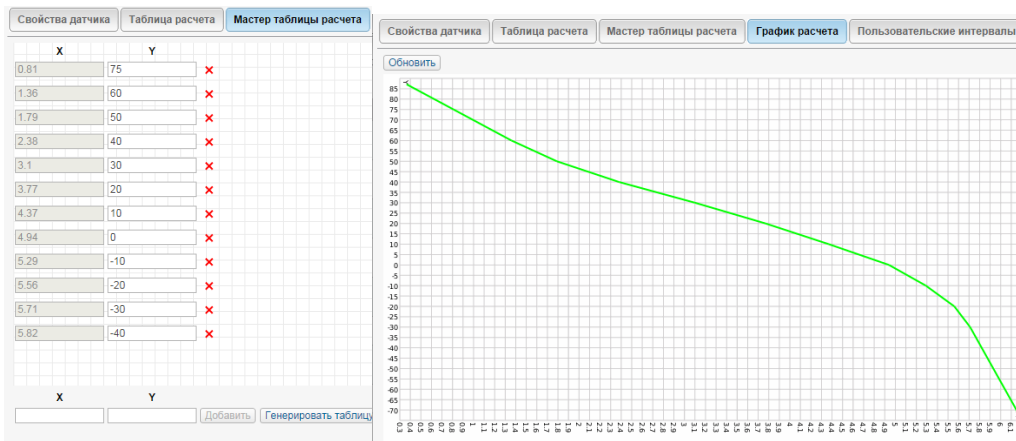

Рис. 7
3. Для корректной интерпретации приходящих значений в значение температуры составьте тарировочную таблицу (Рис. 7).